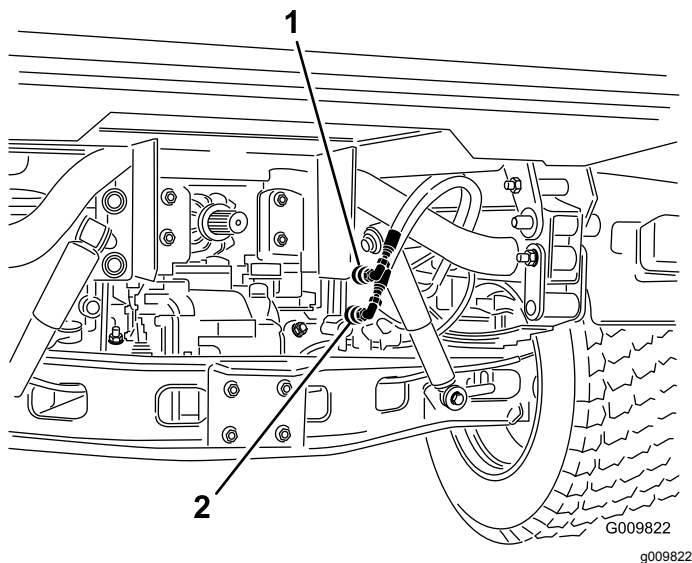

Figura 84
2. Scollegate i 2 tubi degli attacchi rapidi dai tubi fissati alla relativa staffa, su entrambi i veicoli (Figura 84).